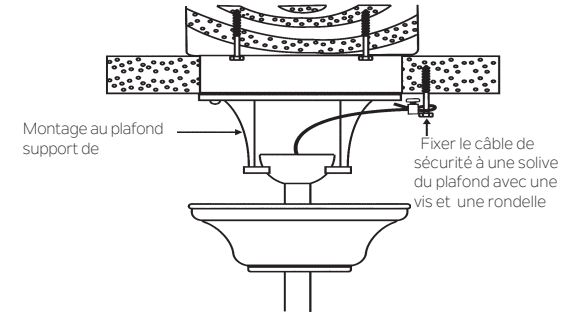

Fig. 11
**Étape 1.** Fixer la vis à bois et les rondelles fournies à la solive du plafond à côté du support de montage sans serrer.(Fig. 11)